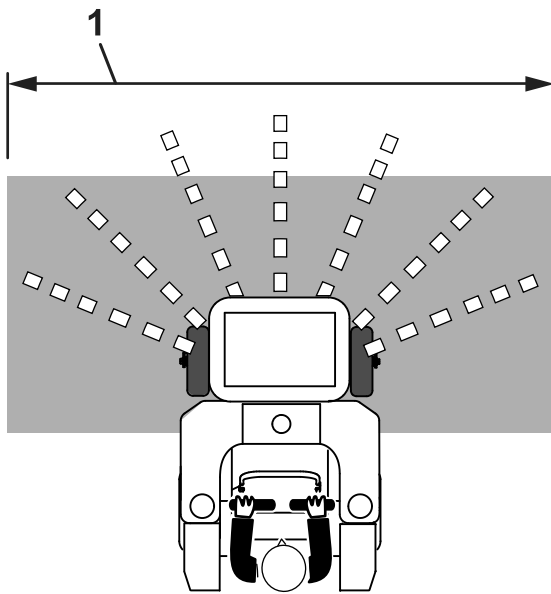

Figura 29
4. Abra el control de la compuerta de la tolva para empezar a esparcir el material granular (Figura 29).